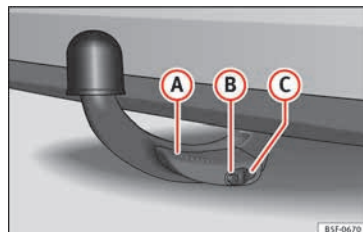

Fig. 226 Bola desmontable fijada correctamente
- La palanca (A) » fig. 226 está totalmente levantada.
- El perno de desbloqueo (B) » fig. 226 sobresale completamente (su parte roja y verde es visible).
- La tapa (C) » fig. 226 está colocada sobre la cerradura.